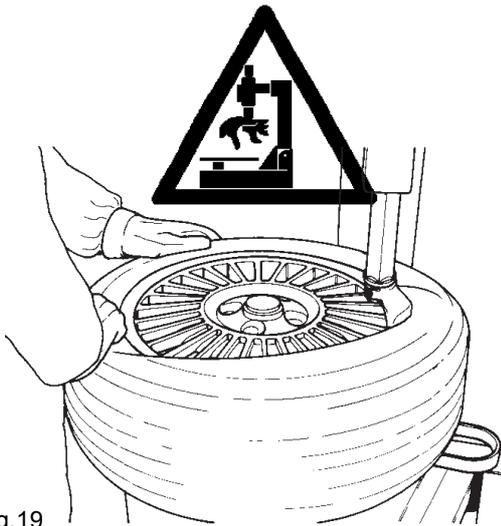

Fig.19
G. Rotate the turntable clockwise (pedal down) and, at the same time, push down on the tire sidewall to move the bead into the drop center of the rim (Fig.19).
G. Faire tourner l'autocentreur dans le sens des aiguilles d'une montre (pédale pressée), et en même temps, appuyer sur le flanc du pneu pour maintenir le talon dans le creux (Fig.19).